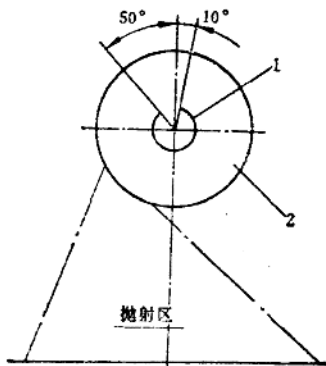

图5-3-5 定向套窗口位置
① 仔细检查机器的各运动部件是否在正常停车位置上,如果不符合要求,应用单动方式恢复原位。
② 检查并调整各种开关的位置,保证动作信号准确。
③ 调整各时间继电器,使其符合各工序要求。
④ 将转换开关转换到单动位置上,依照设备各动作顺序,按各按钮,检查动作是否良好。
⑤ 如果单动均正常,可把转换开关换到自动位置上进行整机联动试车。
⑥ 检查抛丸器抛射带的位置是否正确,如果抛射区不在正确位置上,可调整定向套。定向套窗口位置的调整可参考图5-3-5。